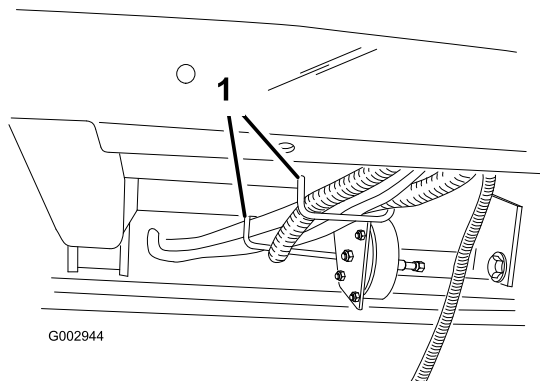

Figura 50
8. Infilate il cablaggio preassemblato posteriore della scatola di comando attraverso la plancia, sotto il veicolo, attraverso gli anelli del cablaggio preassemblato sotto il pianale (Figura 50), o attraverso i morsetti a R sui veicoli più recenti.